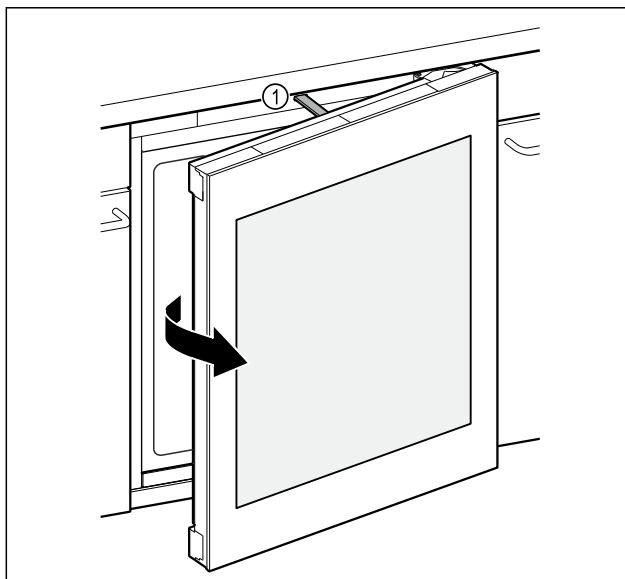

Fig. 84
- ▷ La varilla de empuje Fig. 84 (1) abre la puerta aproximadamente 7 cm.